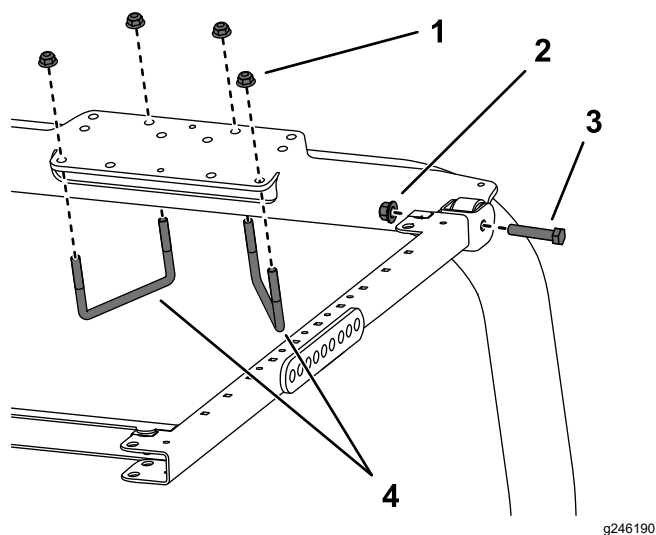

Рисунок 31
7. Установите монтажный кронштейн ROPS на верхнюю часть защитной дуги тягового блока (Рисунок 31). Убедитесь в том, что защитная дуга находится в центральном положении в монтажных кронштейнах ROPS.
8. Используя монтажные отверстия, показанные на Рисунок 31, прикрепите каждый монтажный кронштейн ROPS к верхней части